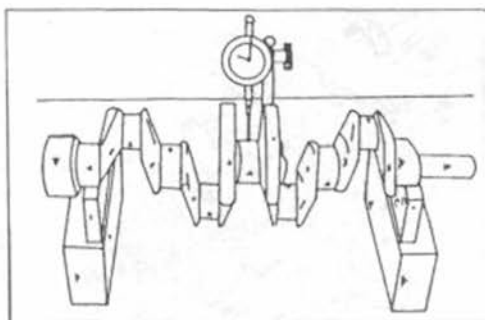

Рис. 96. Измерение коленчатого вала на биение на среднем подшипнике.
• Зажать коленчатый вал между центрами токарного станка или положить на призмы обе внешние коренные шейки и проверить на средних коренных шейках с помощью стрелочного индикатора на биение. Биение вала бензинового двигателя должно быть при полном обороте не более чем 0,03 мм (рис. 96). У дизельного двигателя — допускается до 0,05 мм. В противном случае вал нужно заменить или исправить в специализированной мастерской.